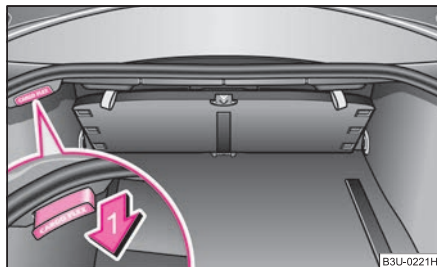
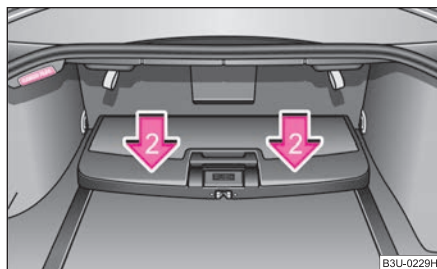

Fig. 78 Box: posizione di trasporto
Fig. 79 Box: posizione pronta per l'uso
Il box può essere trasportato in due diverse posizioni: nella posizione di trasporto contro la parete divisoria del bagagliaio ⇒ fig. 78 o nella posizione pronta per l'uso sul piano di carico del bagagliaio ⇒ fig. 79.
- Tirare la maniglia nel senso indicato dalla freccia 1 ⇒ fig. 78. Il box si abbassa fino quasi a toccare il piano di carico del bagagliaio.
- Agendo sui punti indicati dalle frecce 2 ⇒ fig. 79, premere il box verso il piano di carico del bagagliaio sino a percepire il suo innesto in posizione. Con lo scatto in posizione la maniglia ritorna nella propria posizione originaria (la superficie superiore rossa della maniglia non è più visibile).
- Tirare la maniglia nel senso indicato dalla freccia 1 ⇒ fig. 78. Il box si solleva dal piano di carico del bagagliaio.
- Prima di abbassare il box **B** fino alla posizione d'utilizzo ⇒ fig. 79, è necessario smontare la rete\* per evitare di danneggiarla. ■